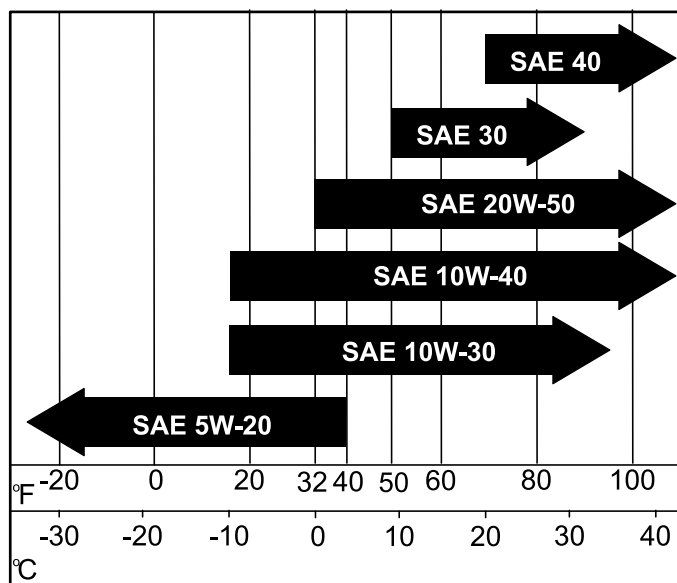

Figure 39
4. Vidangez l'huile moteur (Figure 39).